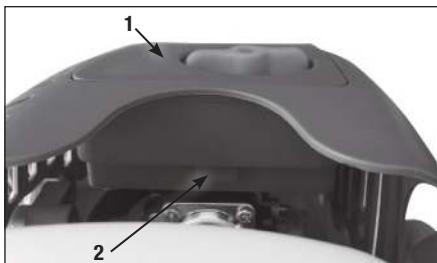

Рис. 16 Снятие крышки воздушного фильтра ТА3,5
- Нажмите на фиксатор 2 крышки воздушного фильтра и снимите крышку 1 воздушного фильтра (Рис. 16). Фиксатор крышки воздушного фильтра
находится за корпусом воздушного фильтра со стороны топливного бака и карбюратора (Рис. 16).